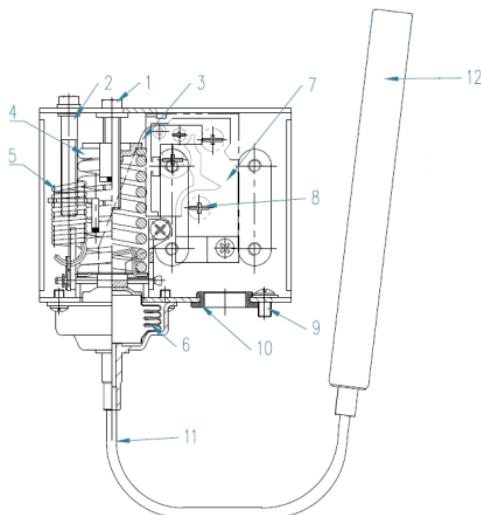

Рис. 3.1. Устройство реле температуры
- поверните с помощью крестовой отвертки винт настроекного шпинделя 1 (рис.3.1)